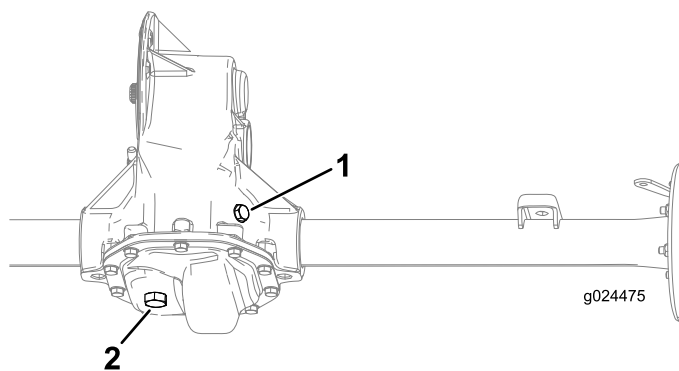

Figura 36
2. Retire el tapón de llenado del transeje (Figura 36).
3. Si el nivel de aceite es bajo, retire el tapón de llenado y añada aceite del tipo especificado hasta que salga del orificio (Figura 36).
1. Coloque un recipiente debajo del tapón de vaciado (Figura 36).
2. Retire el tapón de llenado y la junta (Figura 36).
3. Retire el tapón de vaciado y la junta, y deje que el aceite se drene completamente (Figura 36).